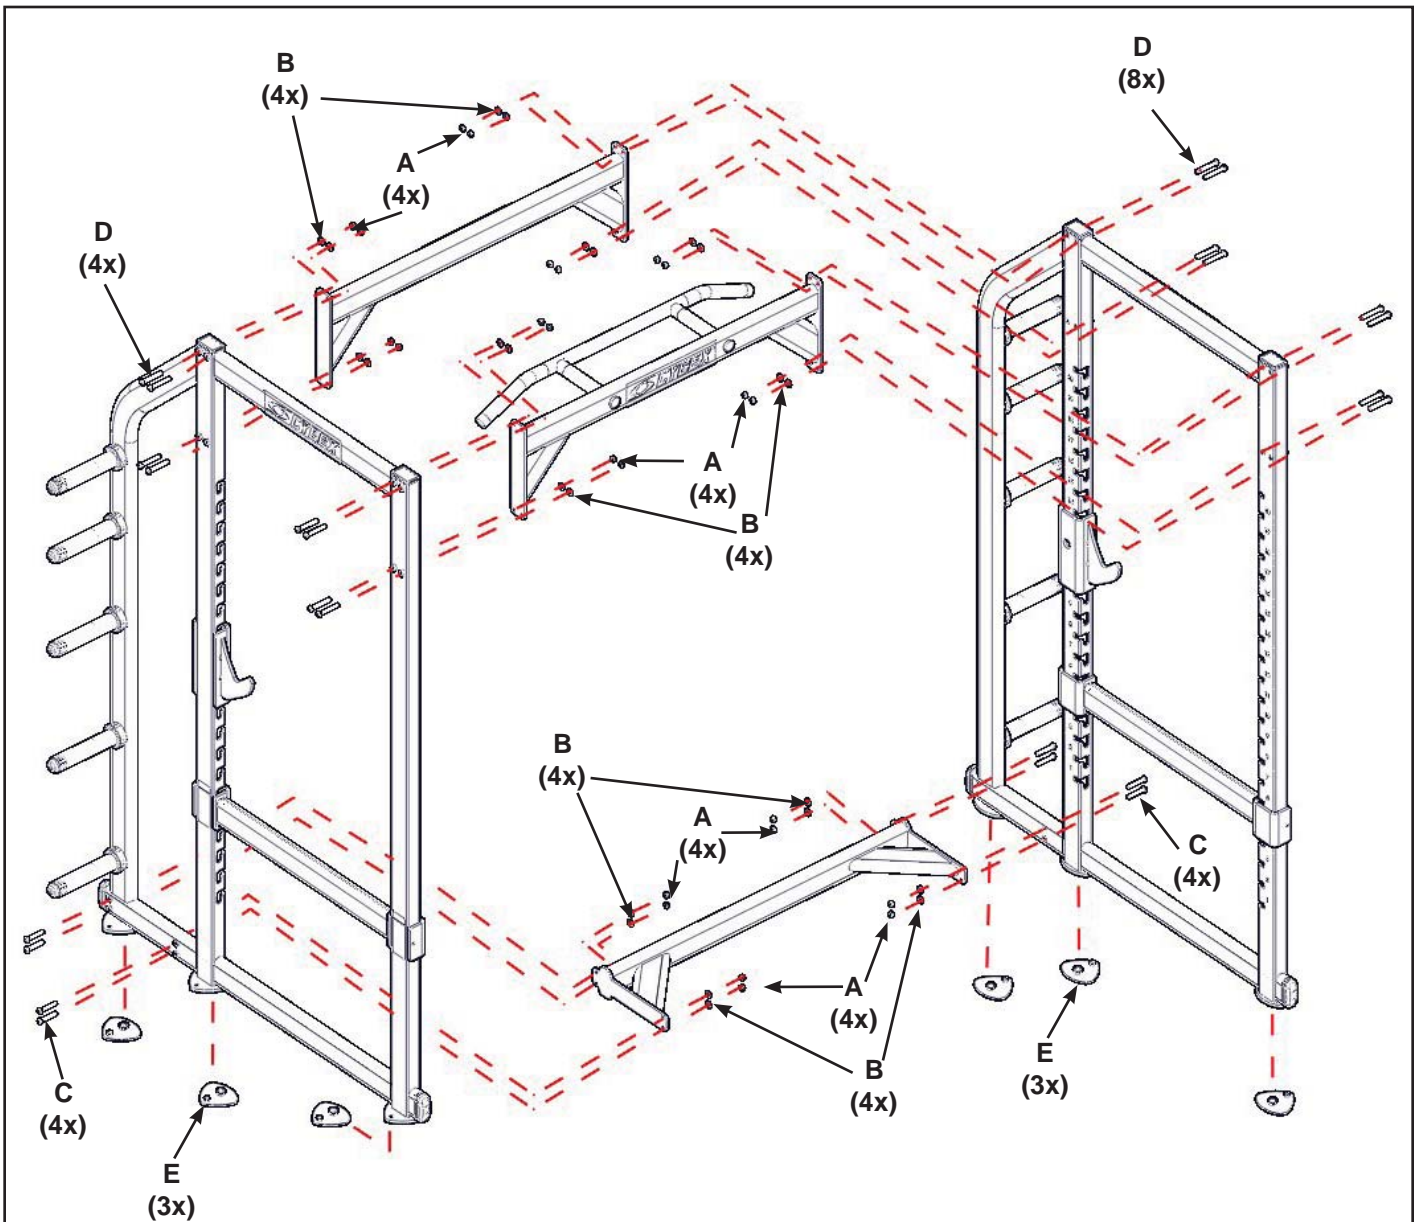

Figure 2
- C. Fixez avec précaution le support en croix supérieur, le support de guidon et le support en croix inférieur des deux côtés. Voir figure 2.